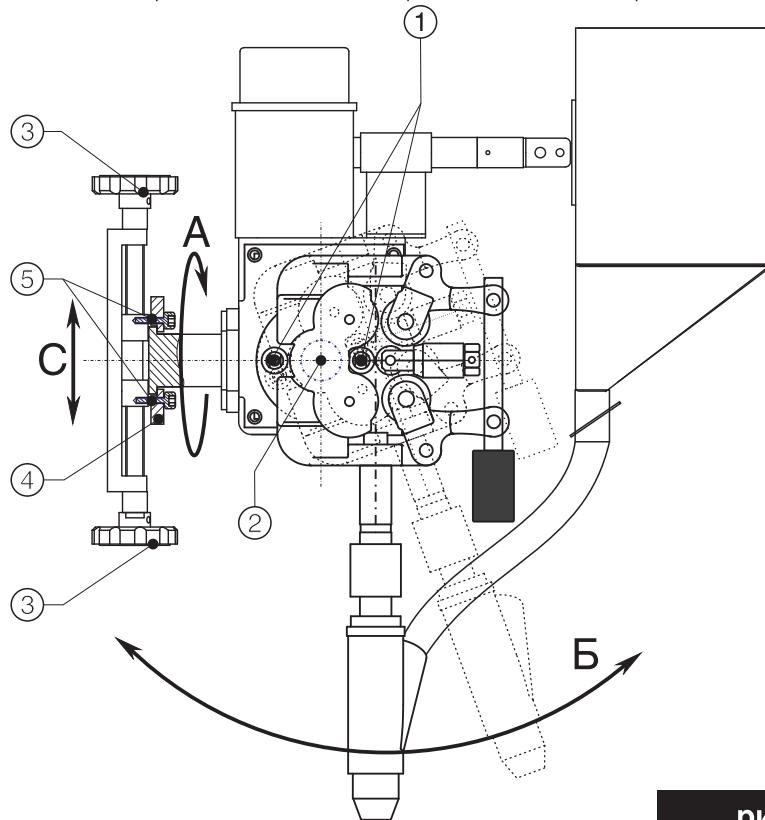

рис.3.8
Устройства поперемещения сварочной головки представлены на рис.3.8.
Для поворота сварочной головки вокруг горизонтальной оси (траектория А рис.3.8.) требуется:
- ослабить болты крепления головки п.5 рис.3.8,
Для поворота сварочной головки вперед (траектория Б рис.3.8.) требуется:
- ослабить гайки крепления накладки редуктора п.1 рис.3.8,
- повернуть сварочную головку на нужный угол вперед или назад вокруг оси ведущей шестерни привода п.2 рис.3.8, (диапазон поворота ± 45 град.)
Для дополнительного подъема-опускания сварочной головки (траектория С рис.3.8.) используются рукояти п.3 рис.3.8 (диапазон подъема 100мм).